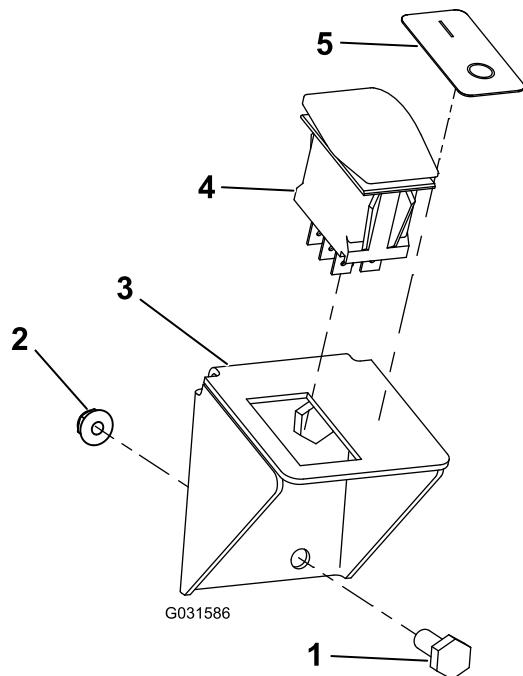
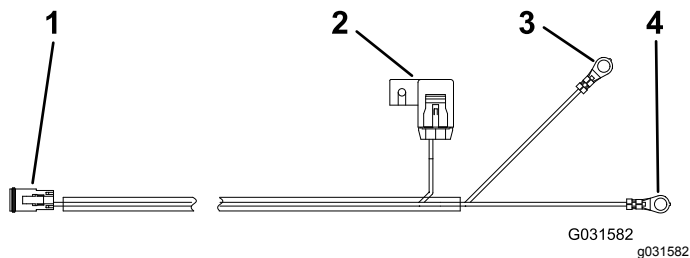

Bild 9
Bild 11
- B. Befestigen Sie die Schalterhalterung mit den zwei Schrauben und zwei Muttern am Armaturenbrett (Bild 9).
4. Schließen Sie den Schalterkabelbaum am Schalter an (Bild 9 und Bild 11).
5. Bringen Sie den Aufkleber neben dem Schalter an (Bild 9).
Verwenden Sie den Kabelbaum der Batterie, um das Kit über den Kabelbaum der Batterie mit Strom zu versorgen Bild 11.